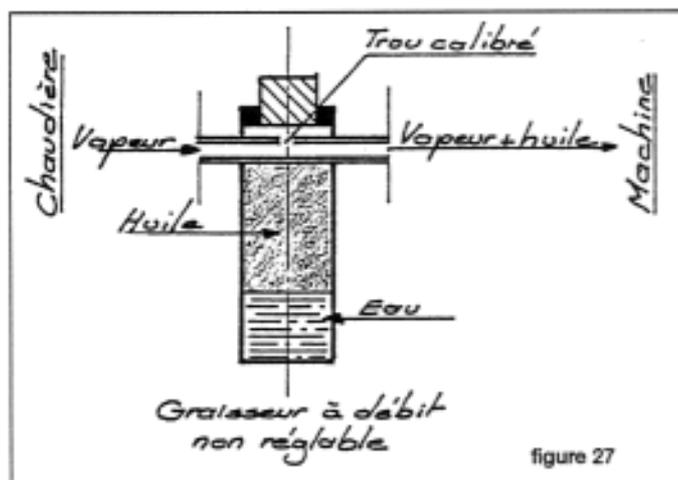

figure 27
- Placer un **graisseur à déplacement** sur le tuyau d'alimentation en vapeur à proximité immédiate de la machine (fig. 27). C'est un système simple très répandu sur nos modèles à vapeur non surchauffée et à échelle relative réduite. Il fonctionne par condensation d'une infime partie de la vapeur destinée au moteur et par la différence de densité existant entre l'eau et l'huile. Dans ce type de graisseur, on utilise une huile non détergente de viscosité élevée ne se décomposant pas à la température d'utilisation. Attention aux «huiles de chauffe», réservées aux températures élevées donc aux pressions élevées qui ont une